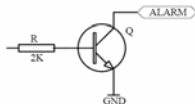

Figure 2
2. Sortie alarme (voir Figure 2)